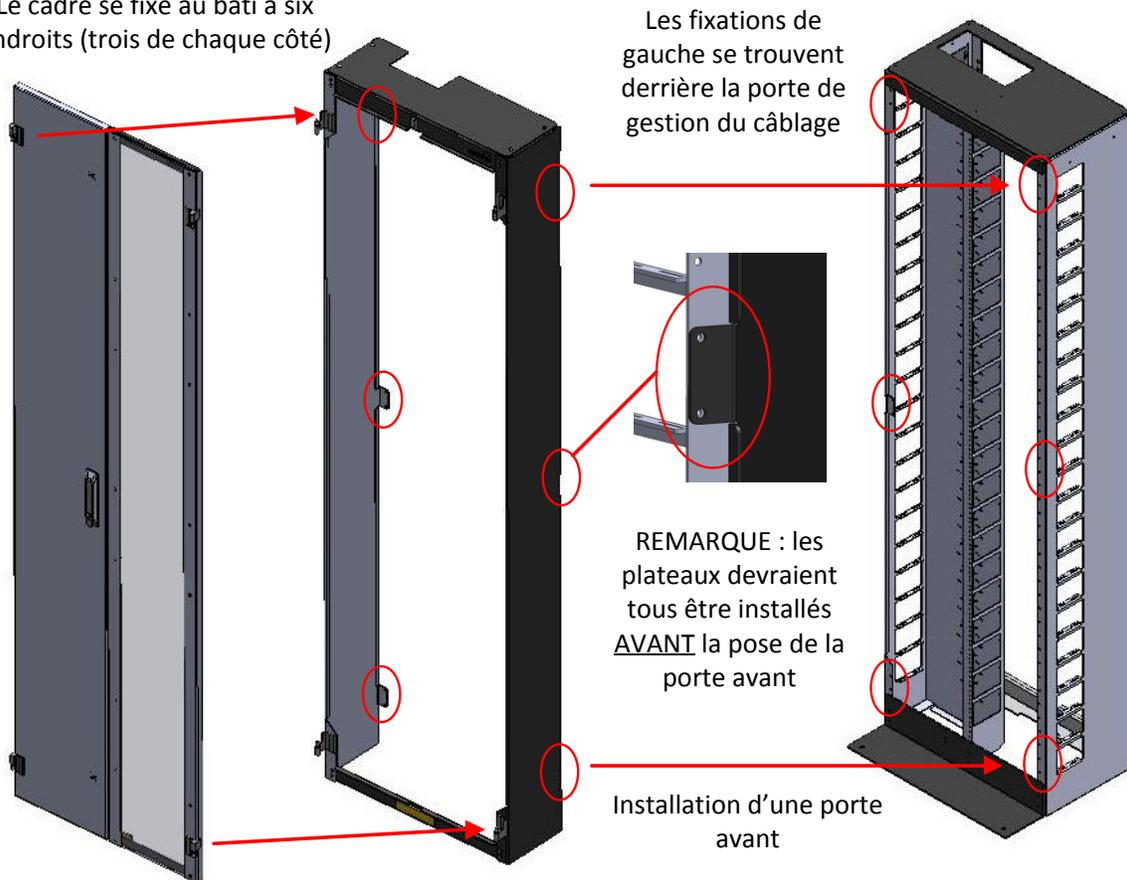

Figure 30
5. Fixer la porte au bâti au moyen des vis 12/24 fournies (deux à chacune des trois hauteurs prévues, à gauche [en haut, au centre et en bas] et à droite [positions « 0 », « 10 » et « 21 »]), comme on le montre à la figure 30.
7. Poser les battants gauche et droit de la porte sur les tiges des charnières (figure 30).